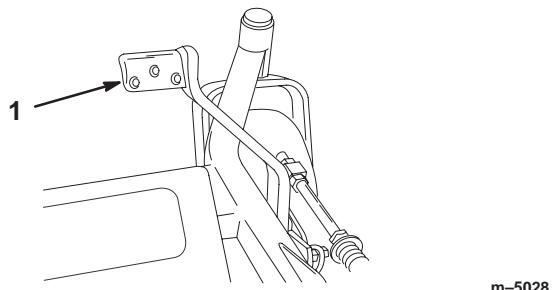

Figure 26
2. Appuyez sur la commande d'accessoire tout en tirant sur le levier de sélection de hauteur de coupe (Fig. 26).